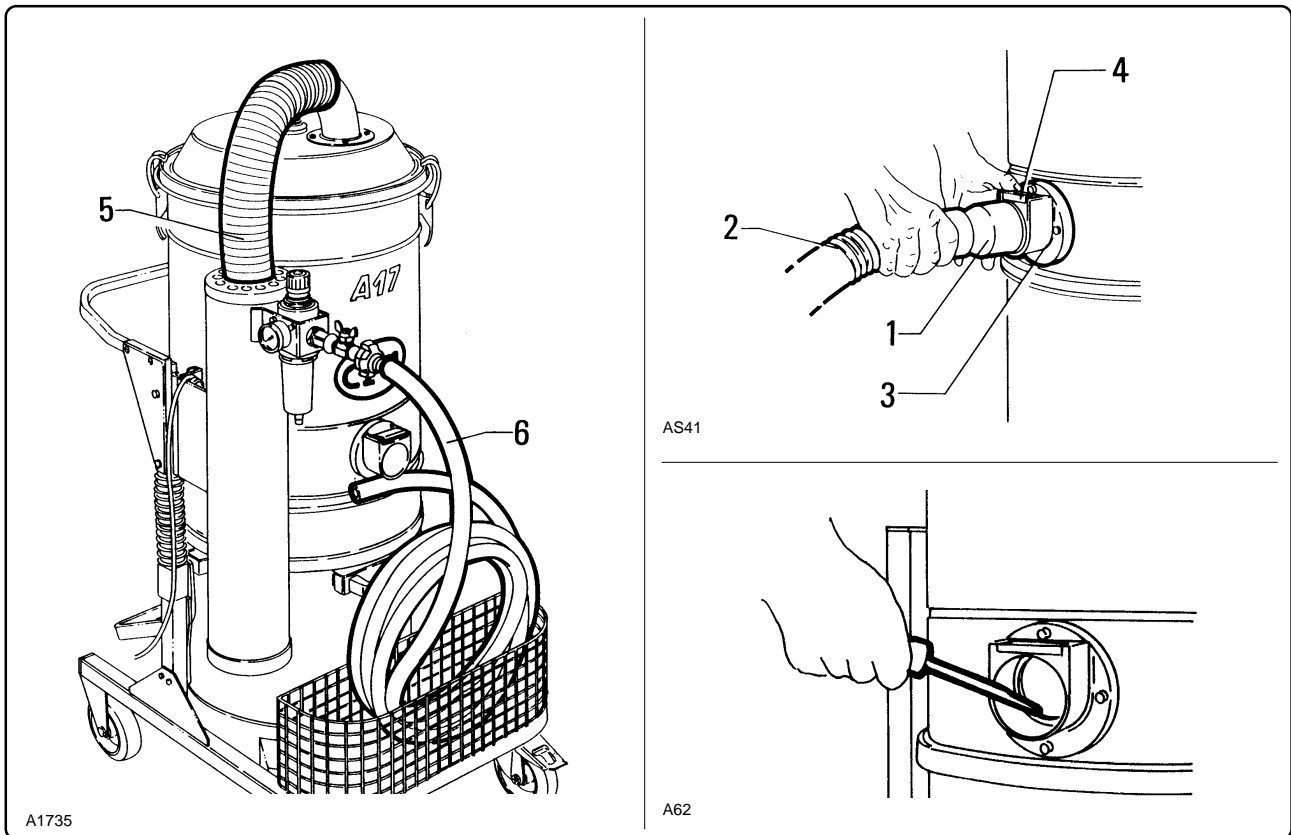

Fig. 7.5.9
7.5.7- Controllo integrità delle tubazioni (fig. 7.5.9)
7.5.7- Checking the condition of the pipes (fig. 7.5.9)
Per smontare il tubo "2" è sufficiente premere il piastrino "4" presente sul bocchettone "3" come indicato in fig. 7.5.9.
Per la pulizia raschiare dall'esterno del bocchettone e rimuovere il materiale depositato come indicato in fig. 7.5.9.
To remove pipe "2", just press plate "4" on outlet "3" as indicated in fig. 7.5.9.
Scrape outside the outlet and remove the deposited waste as indicated in fig. 7.5.9.